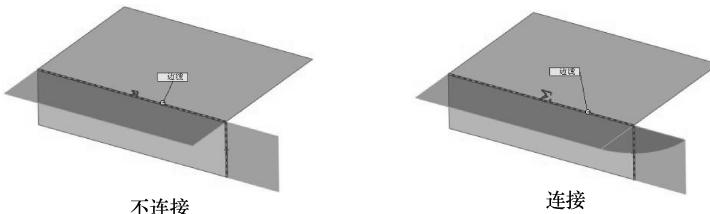

图 4-37 连接曲面
- 连接曲面:勾选此复选框,具有一定夹角且延伸方向不一致的直纹曲面将以圆弧过渡进行连接。图 4-37 为不连接和连接的情况。